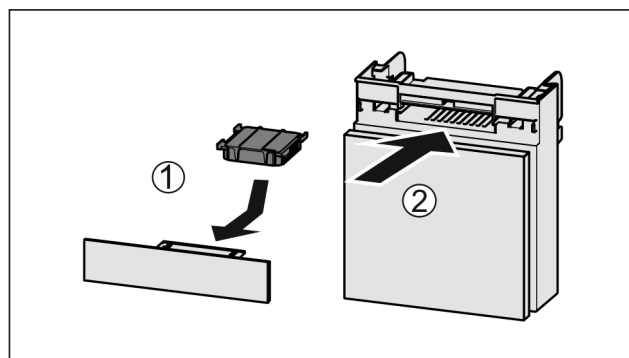

Fig. 119
- ▶ Aktivni ogljeni filter vstavite Fig. 119 (1) skladno s prikazom na sliki.
- ▶ Predal potisnite noter Fig. 119 (2).